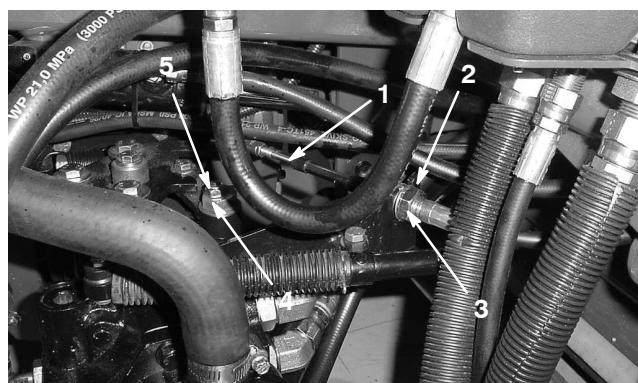

Figure 51
- Desserrez les écrous de blocage qui fixent le câble de commande de transmission à la cloison sur l'hydrostat (Fig. 51). Vérifiez que les écrous de blocage sont desserrés uniformément et suffisamment pour permettre le réglage.
Remarque : Desserrez l'écrou de fixation de l'excentrique en haut de l'hydrostat (Fig. 51).
- Tournez l'excentrique jusqu'à ce que la roue ne tourne plus dans aucune direction. Lorsque la roue arrête de tourner, serrez l'écrou pour bloquer l'excentrique et le réglage (Fig. 51). Vérifiez le réglage avec la commande d'accélérateur en position de ralenti, puis de régime maximum.
- De part et d'autre de la cloison, serrez les contre-écrous **uniformément** pour fixer le câble de transmission à la cloison (Fig. 51). Ne tordez pas le câble.